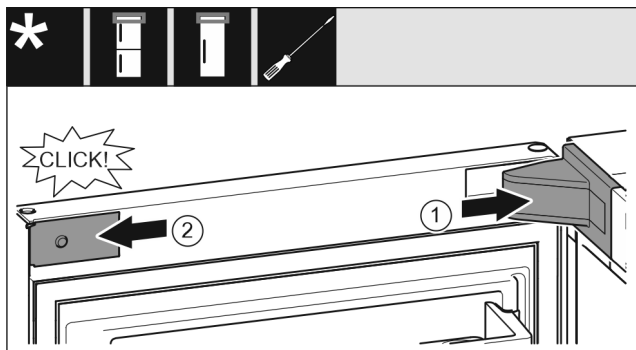

Fig. 24
- ▶ Mettre en place le cache du support de palier Fig. 24 (1) et l'enclencher. Au besoin, l'écartier avec précaution.
- ▶ Placer le cache Fig. 24 (2) sur le côté et l'enclencher.